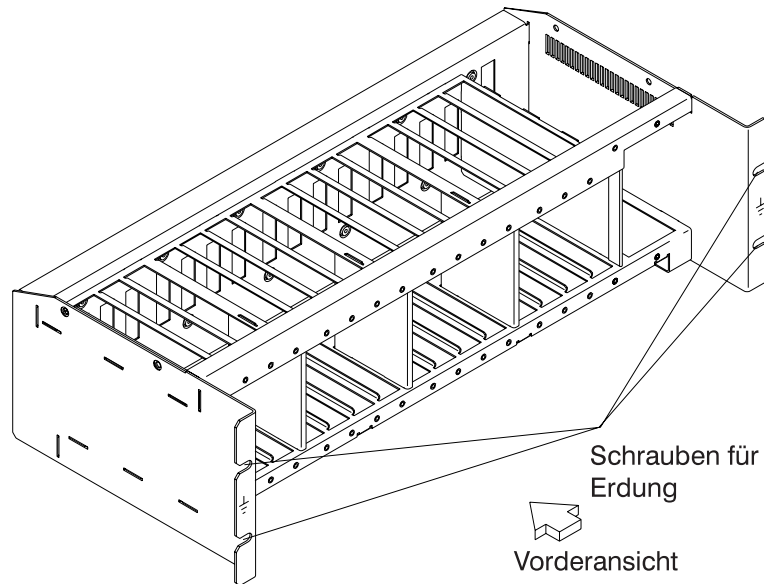

Figure 0-14. Erdung des Verteilerkastens über Schrauben
- Prüfen, ob die elektrische Verbindung zwischen dem Gehäuse des Verteilerkastens und dem Rahmen der Erweiterung der Steuereinheit gewährleistet ist, sofern Verteilerkästen vorhanden sind. Dieser Schritt muß vor dem Anschluß von Signalkabeln erfolgen (siehe Figure 0-14 on page xxxiv).